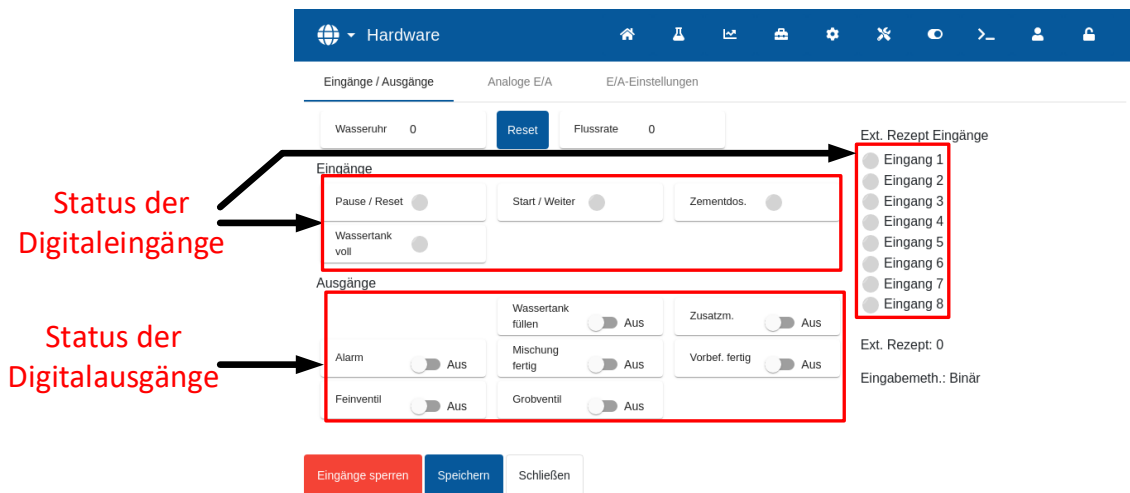

Abbildung 24: E/A-Testseite
Die digitalen Ein- und Ausgänge können über die Seite „Eingänge/Ausgänge“ des Bildschirms „Hardware“ (siehe Abbildung 24) getestet werden.
1. Gehen Sie zur Seite „Eingänge/Ausgänge“ des Bildschirms „GPIO Hardware“ (siehe Abbildung 24). Drücken Sie die „Reset“-Taste, wenn der Wert „Wasseruhr“ nicht „0“ ist.